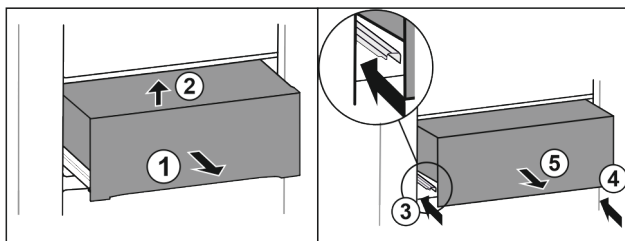

Fig. 22
- ▶ Wyciągnąć szufladę do połowy Fig. 22 (1).
- ▶ Unieść z przodu Fig. 22 (2).
- ▶ Wsunąć lewą szynę Fig. 22 (3).
- ▶ Wsunąć prawą szynę Fig. 22 (4).
- ▶ Wyjąć szufladę do przodu Fig. 22 (5).